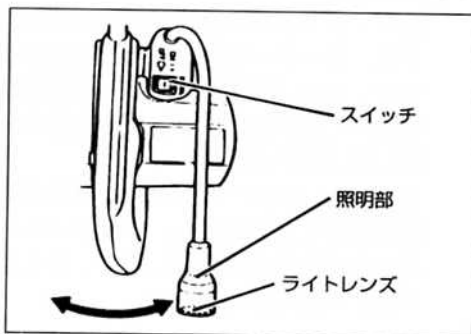

図37
- (1) 本体の電源プラグを電源にさし込みます。
- (2) ライトのスイッチは右(ON側)に倒すと点灯し、左(OFF側)に倒すと消灯します。(図37)
- (3) 照明位置を変えるには 照明部を左右に動かしてください。